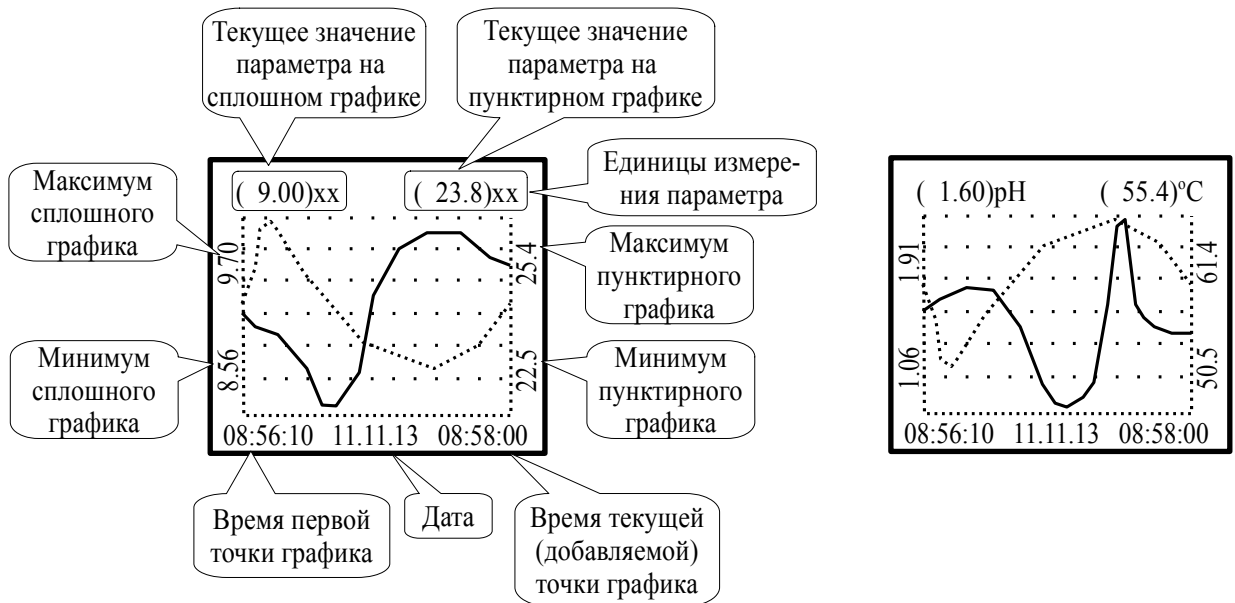

Рисунок 4 - Вариант отображения измеренных параметров в графическом виде
3.3.1.10 **Графики** - отображение измеренных значений основного параметра (pH, pH ОЧВ, ОВП или ЭДС) сплошной линией и температуры пунктирной линией в виде графика приведено на рисунке (Рисунок 4).